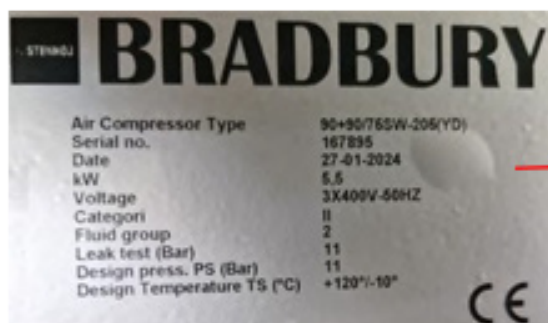

Fig1
Kompressoren identificeres via mærkaten på siden af motorpladen. (Fig1)
1. Type, model og serienummer på kompressoren (Aflæses på typeladen i Fig1)
2. Spænding og Frekvens for kompressoren (Aflæses på typeladen i Fig1)